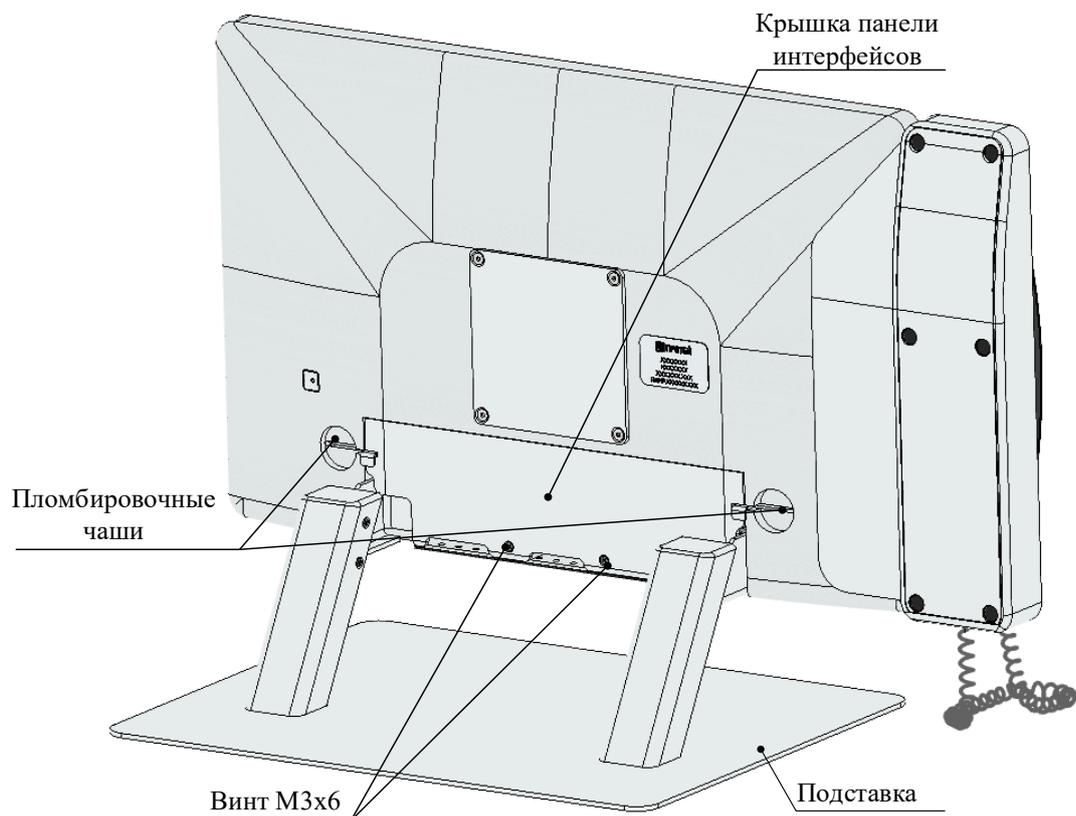

Рисунок 6 — Доступ к панели интерфейсов
1) вскрыть пломбы и выкрутить два винта М3х6, фиксирующие крышку панели интерфейсов (Рисунок 6);